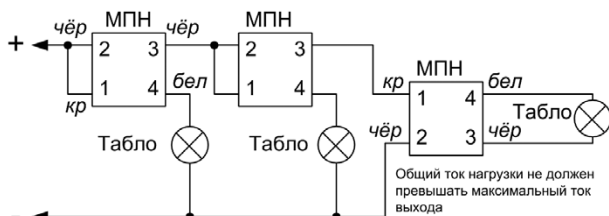

Рисунок 14. Схема подключения нескольких световых табло или сирен к одному выходу блока
1. Несколько исполнительных устройств подключаются к одному выходу блока по схеме, приведенной на Рисунок 14.